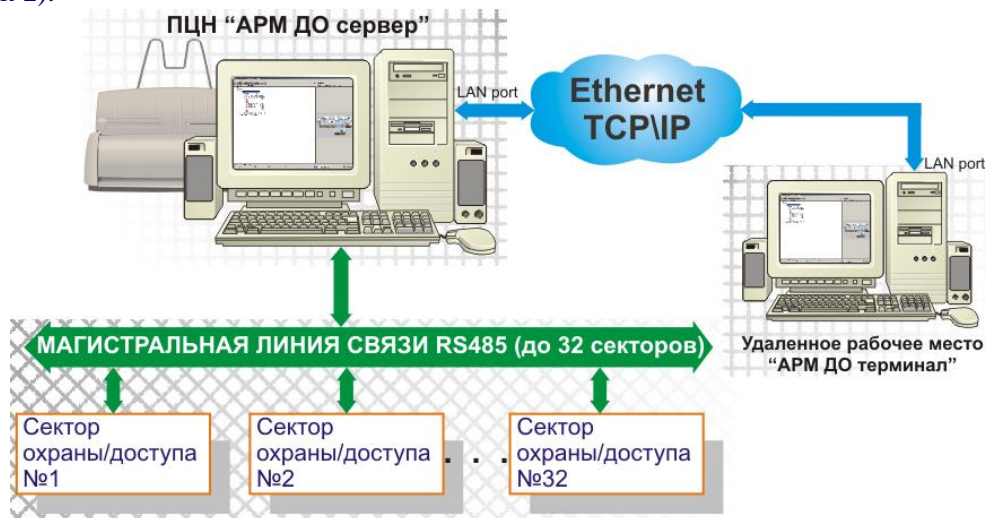

Рисунок 1.
1.1. В «ИСО 777» имеется возможность организации удаленного рабочего места мониторинга и управления системой- «АРМ ДО терминал» (далее ТЕРМИНАЛ). ТЕРМИНАЛ функционирует параллельно ПЦН «АРМ-ДО сервер» (далее СЕРВЕР). Связь терминала с сервером осуществляется посредством Ethernet сети по протоколу TCP/IP (Рисунок 1).